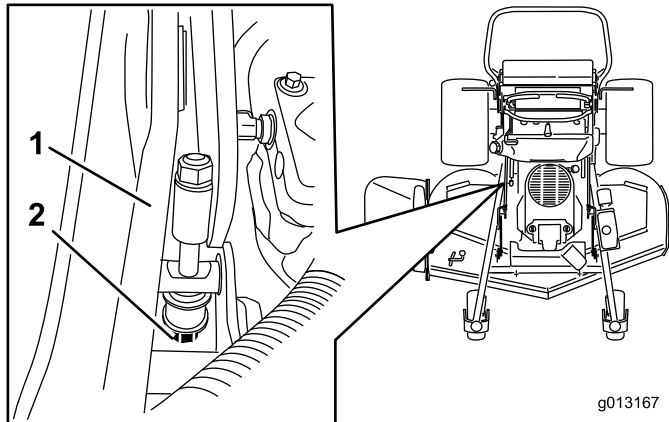

Figura 88
5. Si la medida no es correcta, localice la varilla de ajuste de la altura de corte en el lado derecho de la máquina (Figura 88).
6. Ajuste el perno de ajuste hasta obtener la distancia correcta de 7,6 cm (3 pulgadas) (Figura 88).